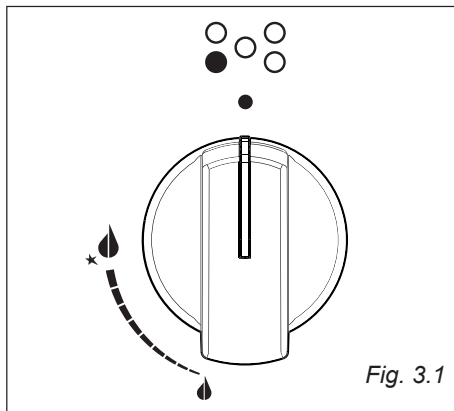

Fig. 3.1
- Svitare la vite di fissaggio della protezione "A" dietro la cucina (fig. 3.1).
L'afflusso del gas ai bruciatori è regolato da un rubinetto valvolato comandato dalla manopola di fig. 3.1.
- √ L'accensione elettrica è incorporata nelle manopole dei bruciatori e si identifica per il simbolo "★" vicino al simbolo "●" (fig. 3.1).